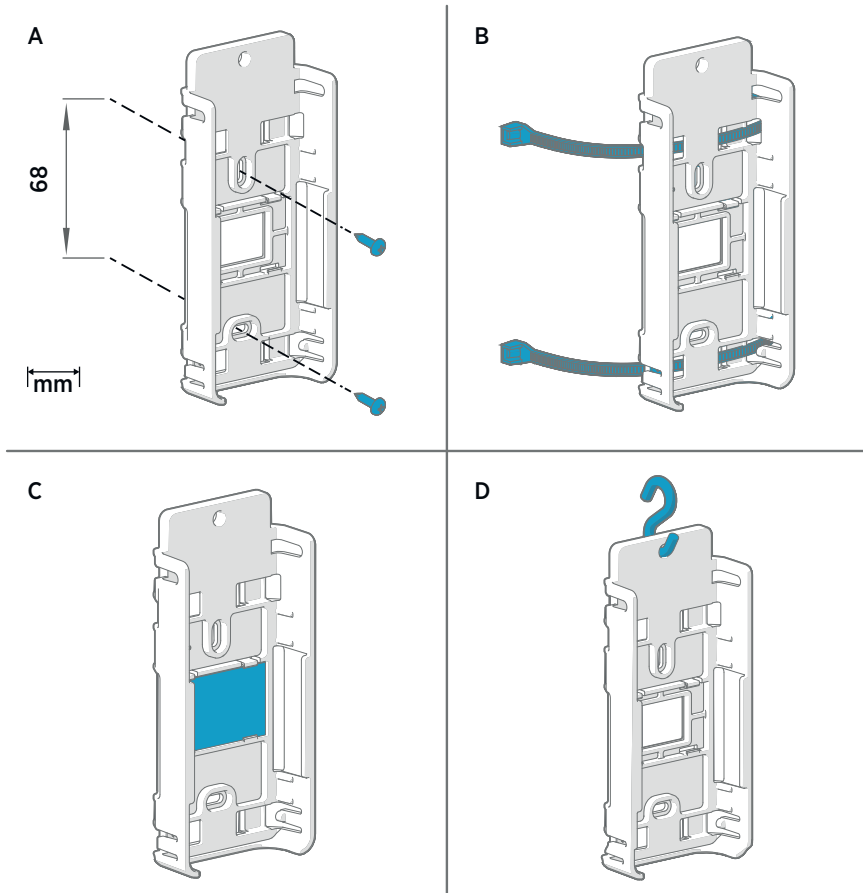

Figure 13 Méthodes de montage du RFL100
2. Fixez le support de montage en utilisant l'une des méthodes de montage illustrées à la Figure 13 \(page 26\). Orientez le support verticalement de sorte que la sonde ou le câble de la sonde pointe vers le bas après la mise en place. Ne fixez pas le RFL100 sans le support de montage.